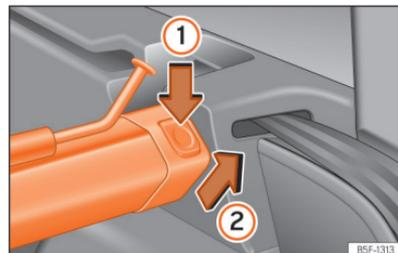

Abb. 185 Im Kofferraum: Trennwandnetz ausbauen.
- Linke oder rechte Entriegelungstaste **>>>** (Abb. 185) in Pfeilrichtung **①** drücken.
- Stützschale in Pfeilrichtung **>>>** (Abb. 185) **②** abnehmen.
- Schale der Träger links und rechts entgegen der Pfeilrichtung **>>>** (Abb. 185) **②** drücken, bis diese einrastet. Die roten Markierungen an den Entriegelungstasten dürfen nicht mehr sichtbar sein.